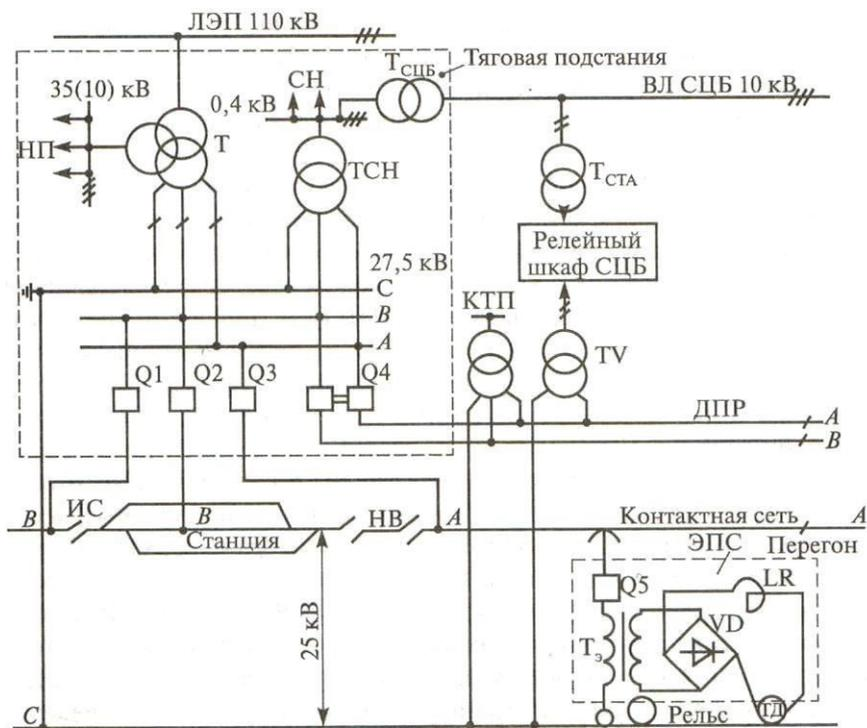

Рисунок 7.1. Тяговая подстанция переменного тока
1. Вычертить тяговую подстанцию переменного тока рисунок 7.1.